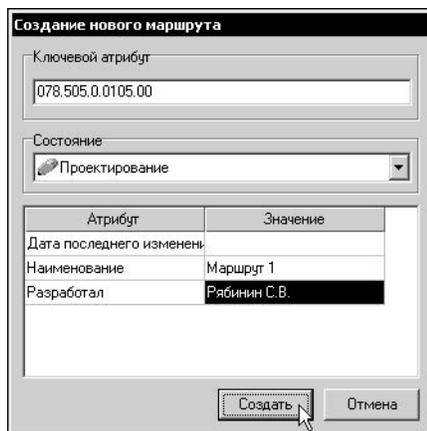

Рис. 12.7. Ввод атрибутов объекта «Маршрут»
3. В окне **Создание нового маршрута** обязательно заполните поле **Ключевой атрибут**1 и присвойте состояние «Проектирование». При необходимости введите значения остальных атрибутов объекта (рис. 12.7).